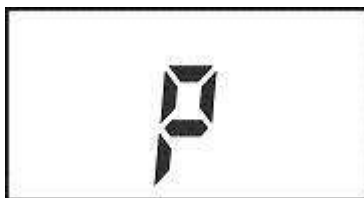

Рисунок 6.7
6.11 При снижении напряжения на аккумуляторной батарее до $(4,2 \pm 0,1)$ В на индикаторе измерителя отображается знак «P» и включается периодическая звуковая сигнализация (рисунок 6.7).